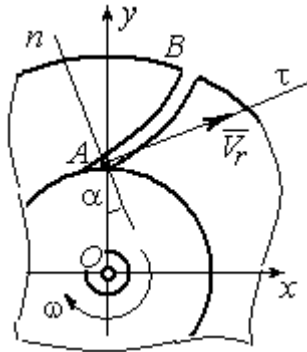

Рис.3.2. Движение воздуха по каналу компрессора
**Задача 37.** Компрессор с криволинейными каналами (рис. 3.2) вращается с постоянной угловой скоростью  $\omega = 10$  рад/с вокруг оси  $O$ , перпендикулярной